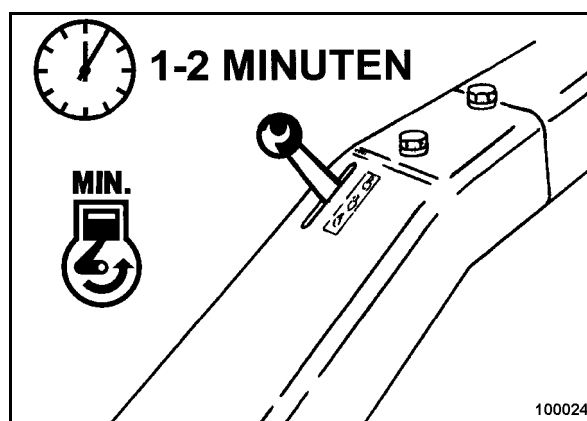

Fig. 25
- Poner la palanca reguladora de revoluciones a posición "MIN" (Fig. 25).